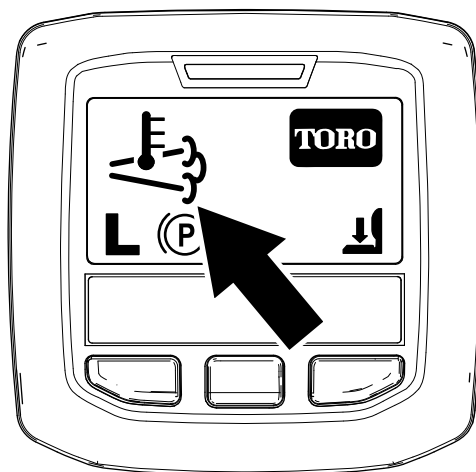

図 42
- インフォセンターには、 排気高温アイコンが表示されます 図 42。